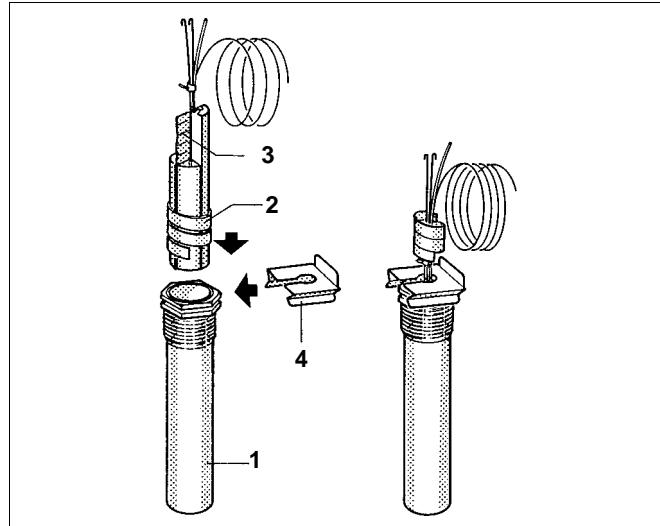

Рис. 18 Погружная гильза и датчик температуры
- Вставьте температурный датчик до упора в гильзу (рис. 18, поз. 1). При этом пластмассовая спираль (рис. 18, поз. 2) автоматически сдвигается назад. Компенсационная пружина (рис. 18, поз. 3) должна быть вставлена в гильзу (рис. 18, поз. 1).
- Наденьте фиксатор датчика (рис. 18, поз. 4) (поставляется с системой управления) сбоку или сверху на оголовок погружаемой гильзы (по направлению стрелки).